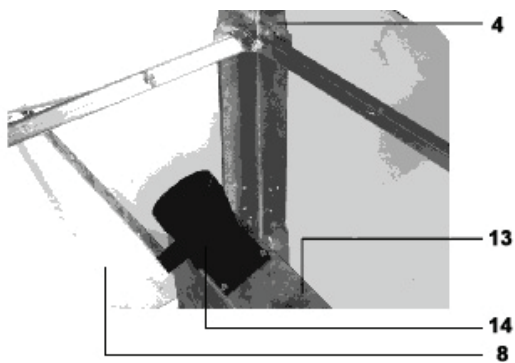

Fig. 8
- Luați patru șuruburi cu capul hexagonal M4x12, patru șaibe M4 și patru piulițe M4 cu care montați componentul 14 pe componentul 13 (v. fig. 8).